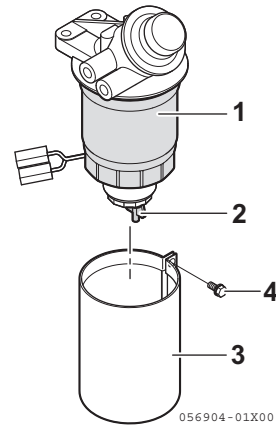

Figura 11
4. Afloje el tapón de drenaje (**Figura 11, (2)**) de la parte inferior del filtro separador de agua/combustible girándolo en el sentido contrario a las agujas del reloj y vacíe toda el agua y la suciedad.